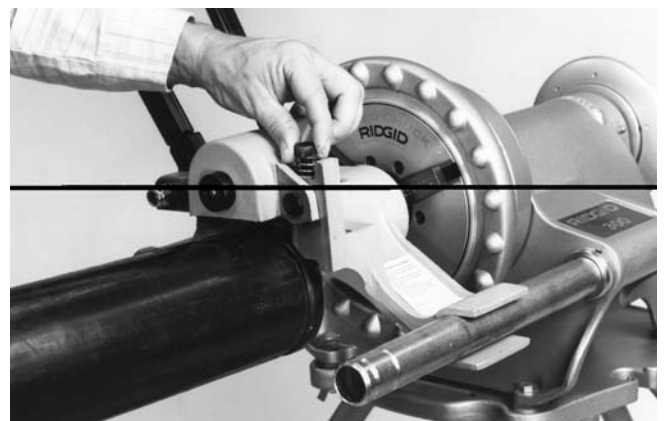

Figure 11 – Serrage de la vis de réglage de profondeur.
3. Serrer la vis de réglage de profondeur le nombre de tours indiqué au Tableau B (Figure 11).